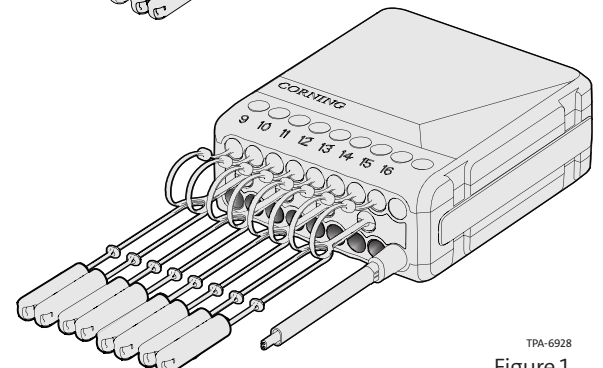

Figure 1
- One 2-, 4-, 6-, 8-, 12-, or 16-port terminal (Figure 1)